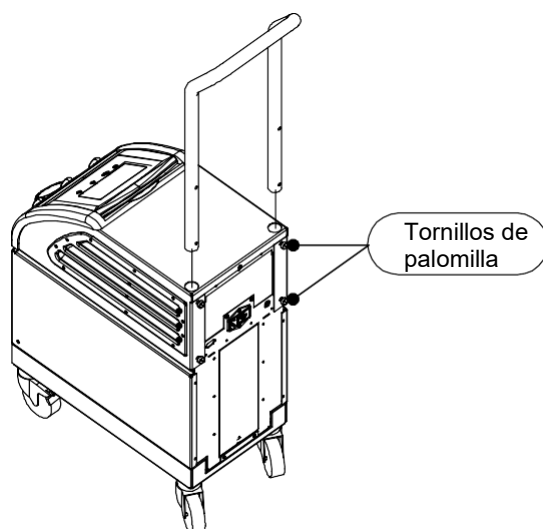

Figura 12: Conjunto de asa
- b. Coloque los dos extremos del asa en los orificios en la cubierta superior (preste atención a la dirección de la curva en el asa), hasta que el asa esté completamente insertada (consulte la Figura 12).